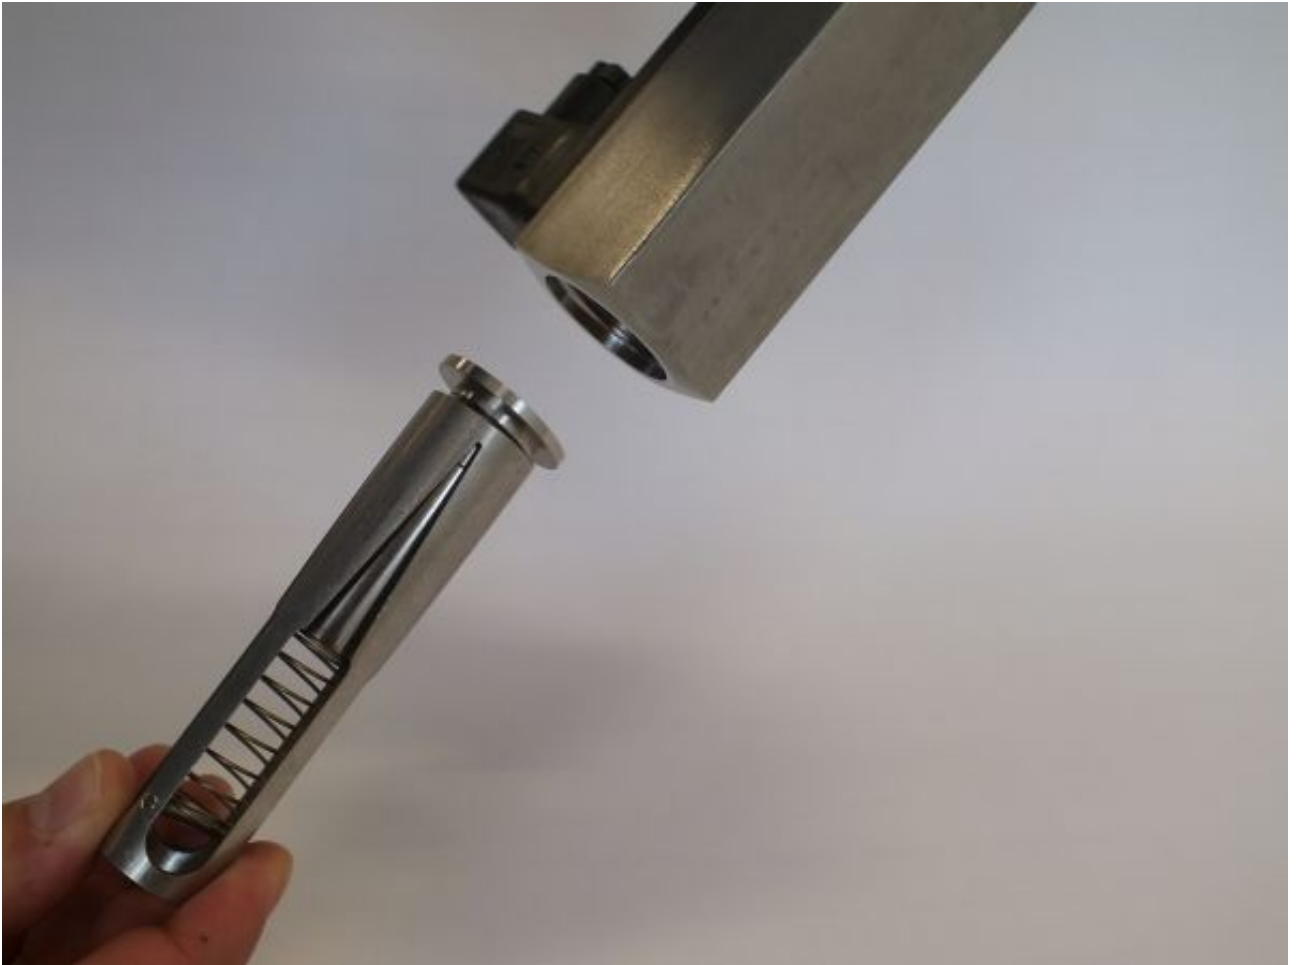

Abb. 53: Innenteile einführen
7. ➤ Zentrierscheibe (Eingang), Schwebekörper, Feder und Schlitzdüse in Gerät einführen (*Abb. 53*)